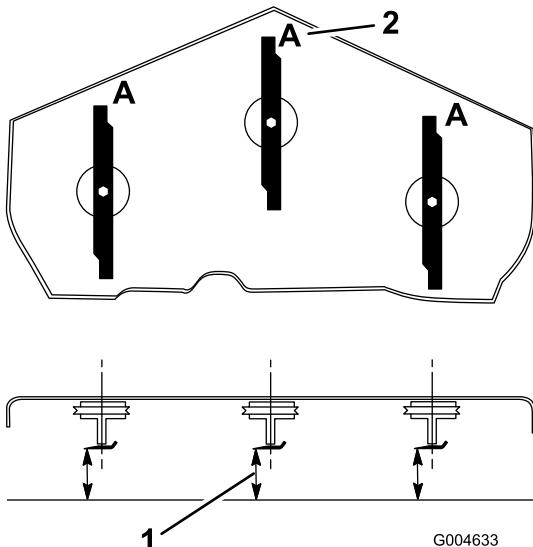

図 20
3. ブレードが前後方向を指すように回転させる(図 20)。Aの位置で(図 20)、平らな床面からブレードの刃先までの高さを測る。測定値を記録する。